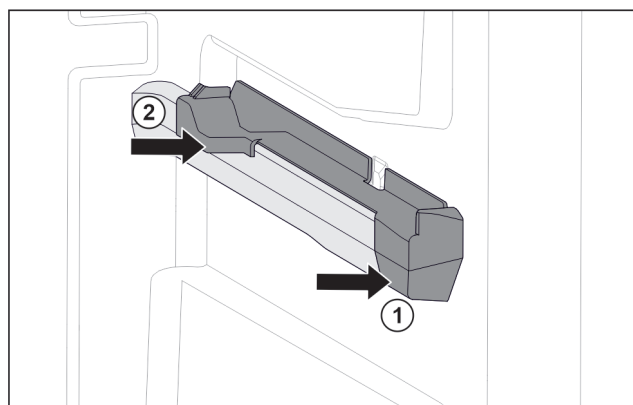

Fig. 104 Element nasadzany na prawym żebrze pojemnika
- ▶ Umieścić element nasadzany z przodu na żebrze pojemnika. Fig. 104 (1)
- ▶ Docisnąć element nasadzany z tyłu. Fig. 104 (2)